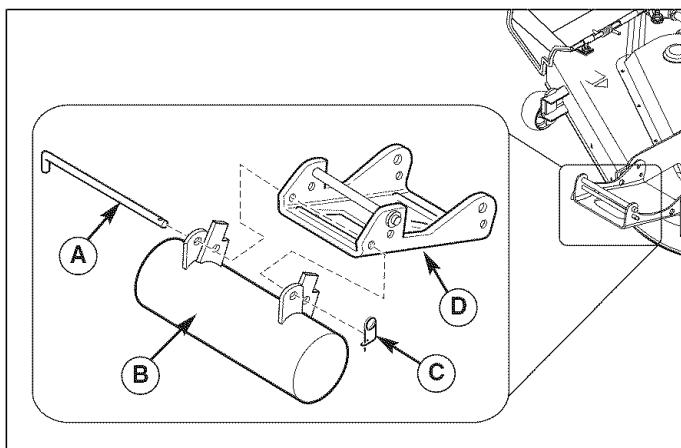

Figure 1. Frente Instalación del contrapeso (cortacéspedes demostrado de la unidad para el clarity)
1. Instale el contrapeso (B, Figure 1) con el pin (A) que pasa a traves de los dos agujeros en el soporte de la podadora. Las lenguetas de el peso tienen que hacer contacto con la parte baja del soporte para mantener el peso fijo.
2. Instale el pin (C).